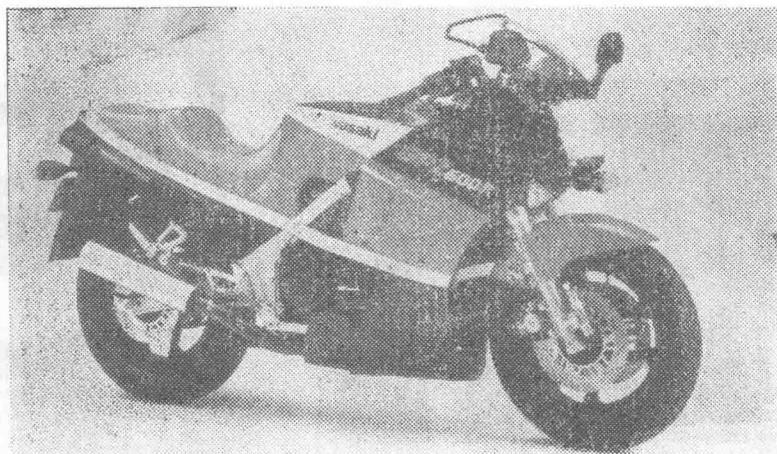

图28 川崎
⑤ 流线形罩、方管形盒式车架、16英寸车轮给整体造型带来了新鲜感。而发动机润滑油冷却器等装置置于高强度防护罩的保护下又更有新意(图28)。